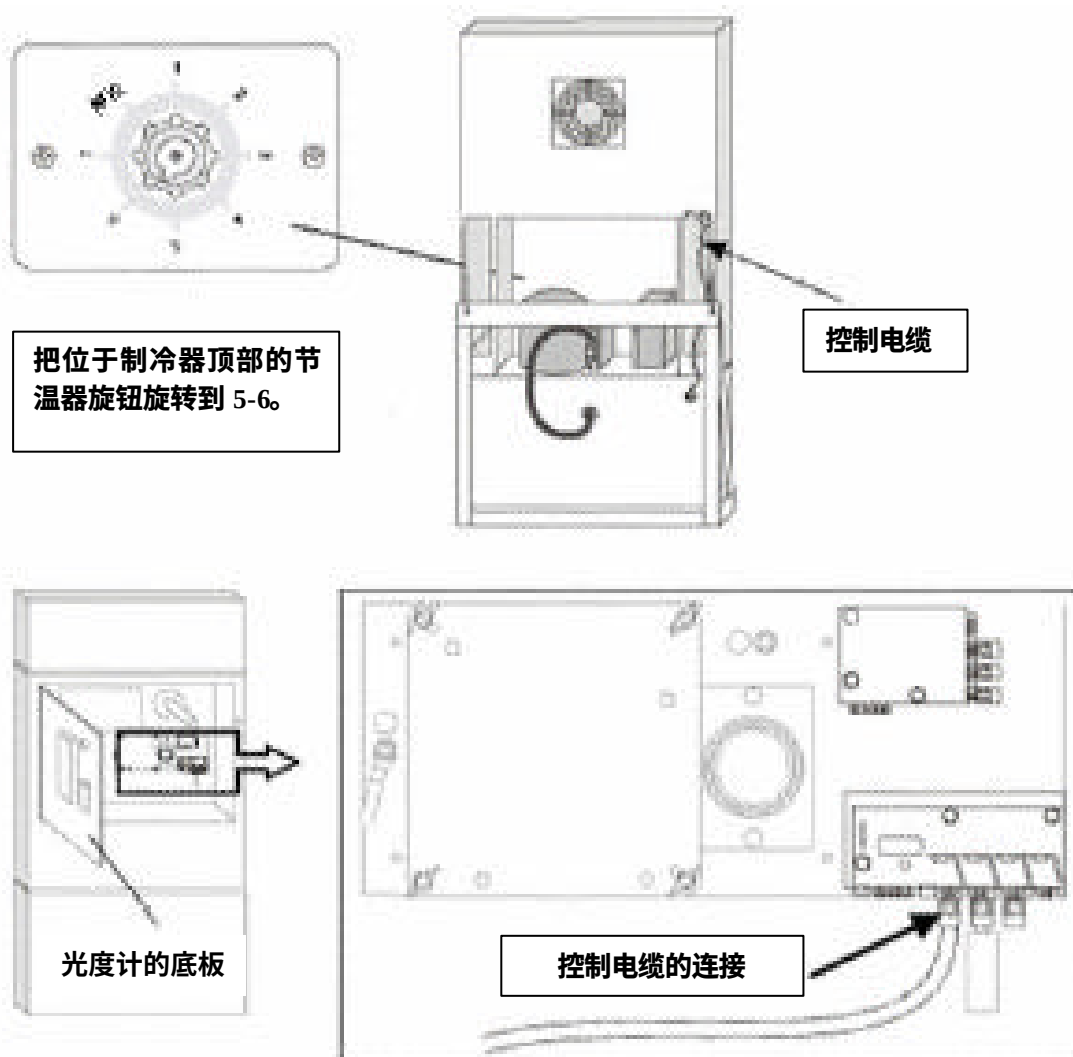

图 4 风扇板
- 拧松光度计的底板螺钉，并向前提起来；连接电缆到位于外壳后壁上的风扇板上（图 4）。